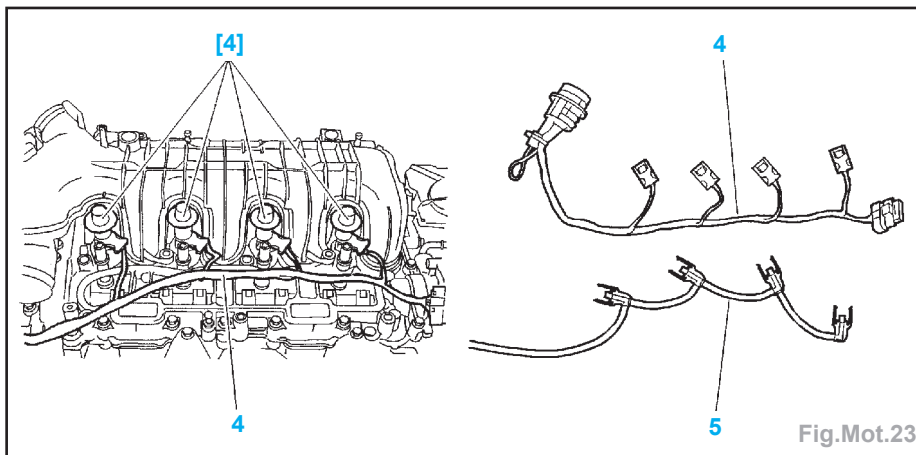

Fig.Mot.23
- Déposer les tubes de retour carburant (5) (Fig.Mot.23).
- Déconnecter les connecteurs (4).